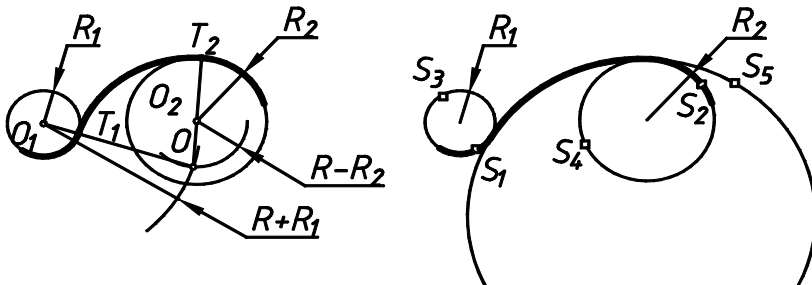

Fig. 3.13
- Racordarea mixtă a două cercuri cu un arc de rază dată, fig. 3.13.